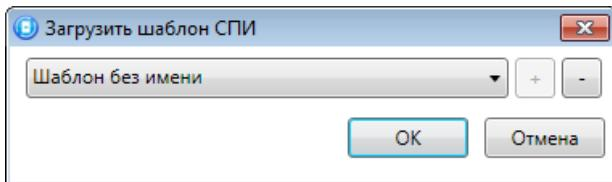

Рисунок 4.50 — Окно *Загрузить шаблон СПИ*
- *Загрузить шаблон настроек*: открытие окна *Загрузить шаблон СПИ* (см. рисунок 4.50), с помощью которого может быть сконфигурирован контроллер по предварительно созданному шаблону. Для того чтобы применить шаблон, выберите его в списке и